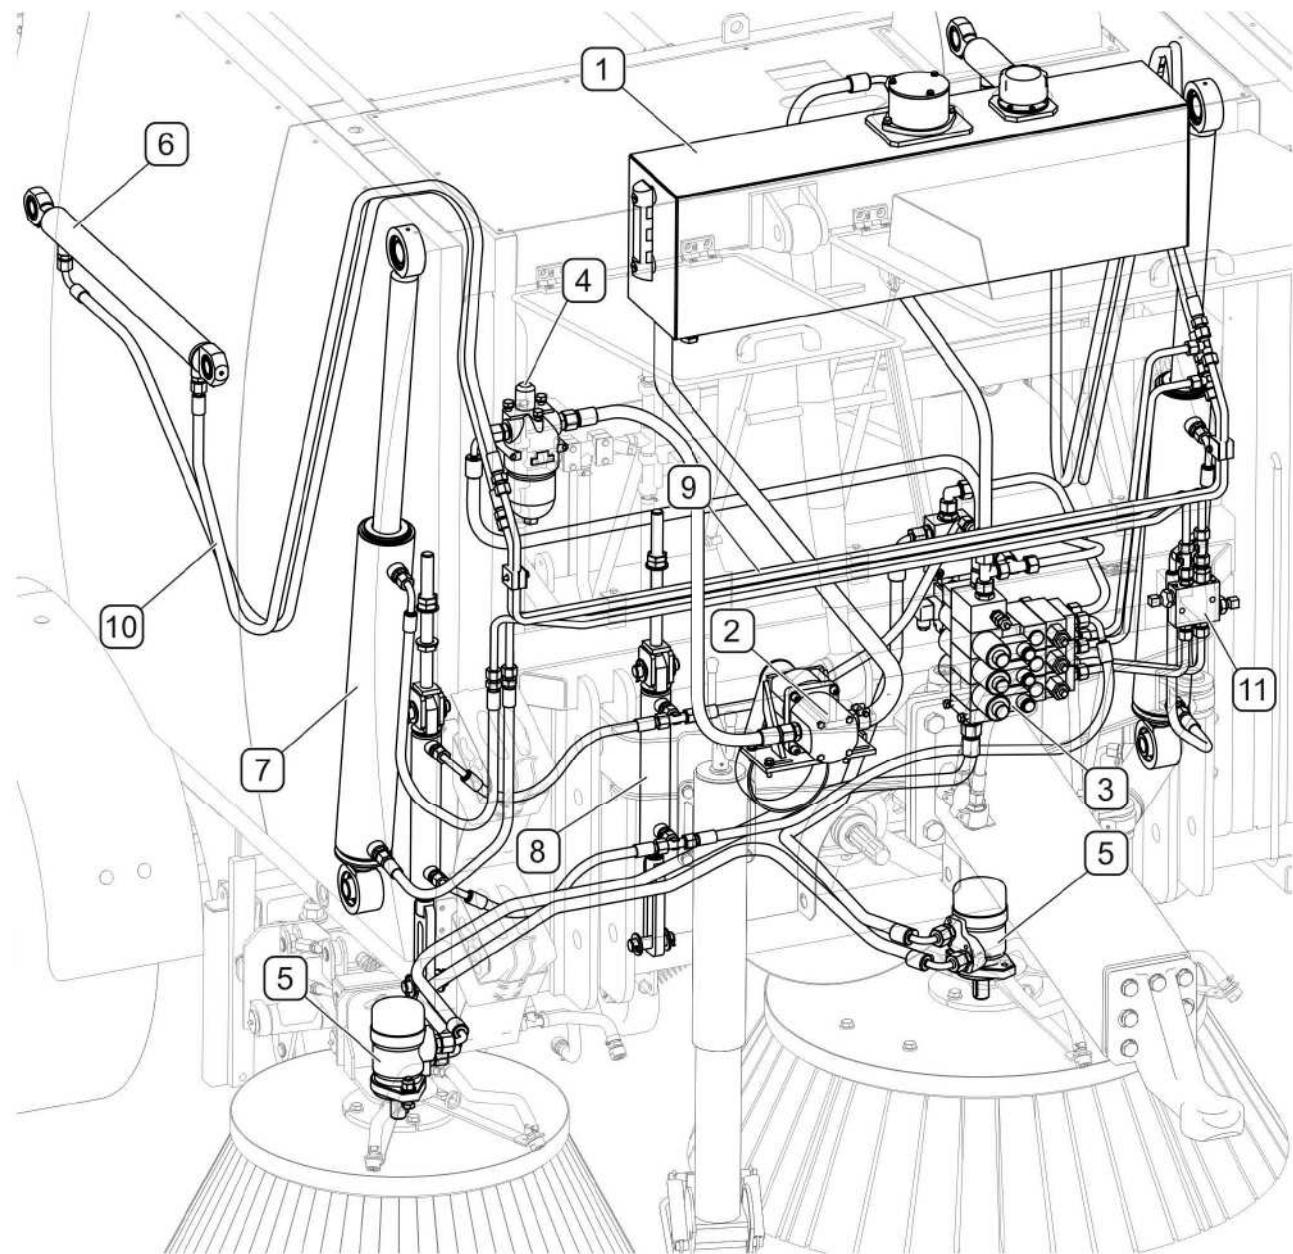

РИСУНОК 3.2А Гидравлическая система
Подметально-уборочная машина ZMC 2.0 оснащается гидравлической системой с замкнутым контуром (РИСУНОК 3.2А). Маслосборник (1) находится спереди в верхней части машины и комплектуется заливной пробкой с фильтром, возвратным фильтром и указателем уровня масла с термометром. Маслонасос (2) приводится в движение от вала отбора мощности (ВОМ) трактора через коробку отбора мощности. Управление гидравлической системой осуществляется путем включения соответствующих секций распределителя (3) в кабине водителя трактора. Управление щетками осуществляется от двух гидравлических двигателей (5).